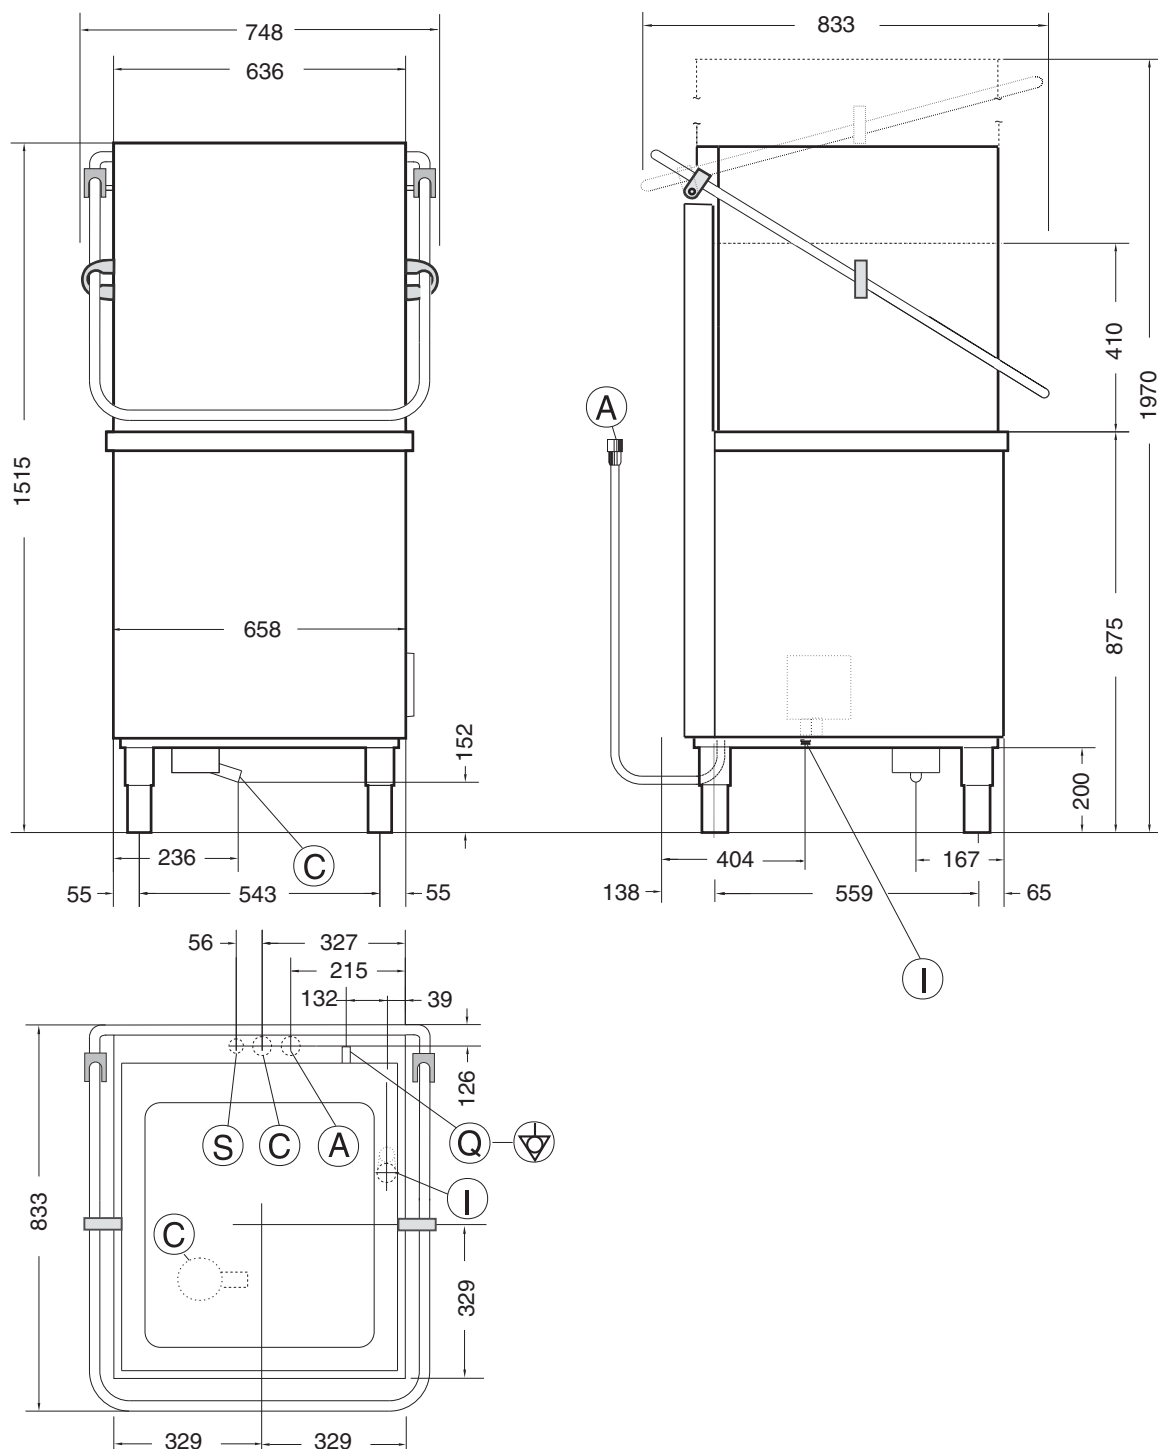
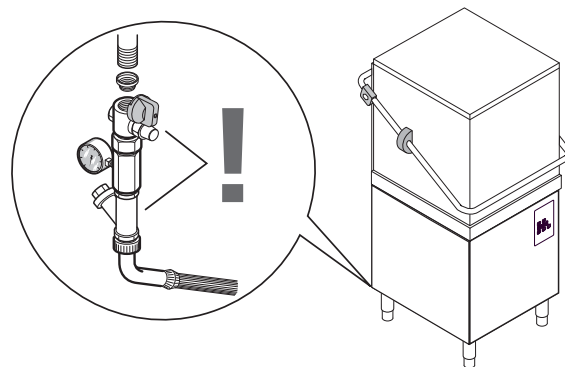

Fig. 4
Fig. 7
Signaturforklaring Fig. 4
- Tilslut maskinens vandtilførselsslange "A" (Fig. 4) til vandforsyningen og indsæt en hane, det medfølgende filter samt et manometer (Fig. 7).
Tilslut afløbsslangen "C" (Fig. 4) til afløbet via en vandlås, eller anbring slangen over et gulvafløb med vandlås.
- Forbind jordlederen i forsyningskablet til et effektivt jordstik. Maskinen skal desuden indeholdes i et ækvipotentialsystem, der tilsluttes ved hjælp af skruen "Q" (Fig. 4) med symbolet "⏏". Ækvipotentialelederen skal have et tværsnit på 10 mm².